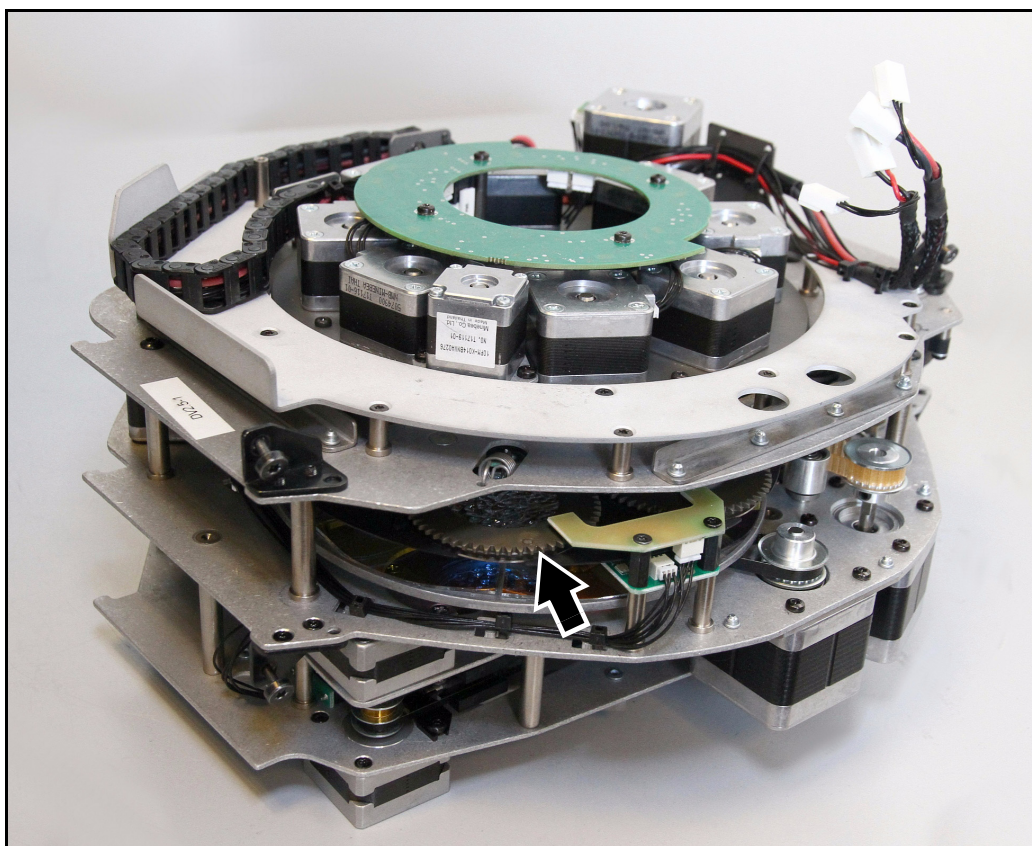

Figure 14: Accès aux gobos tournants
4. Voir Figure 14. Tournez la roue de gobo pour accéder au gobo à remplacer par le côté du multi-module.